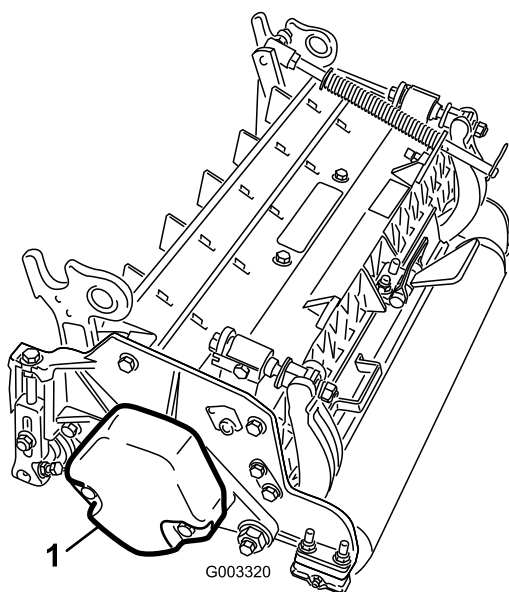

図 4
4. カウンタウェイト（図 4）を、決められている側に取り付ける；カッティングユニットのオペレーターズマニュアルを参照。